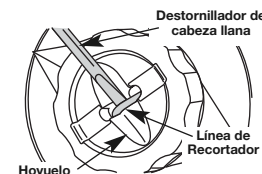

Fig. 20
2. Usando un destornillador de cabeza llana, inserte la extremidad en la línea hoyuelo y apenas bajo porción expuesta de la línea (Fig. 20).